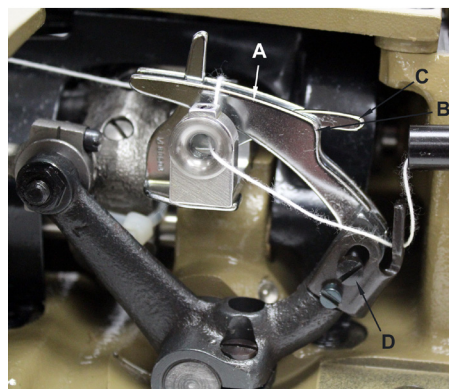

Fig 13
On the two thread double locked stitch styles, the height of the looper thread take-up (A, Fig. 13) is set so, that the cast-off hook (C) forces the looper thread over the corner (B) of the looper thread take-up (A) at the time the point of the descending needle is flush with the lower edge at looper or projects up to 1 mm (.040") below the lower edge of looper.
For setting the looper thread take-up loosen screw (D, Fig. 13). When needle point is positioned above the lower edge of looper, the looper thread take-up (A) has to be raised accordingly. When the needle point is positioned more than 1 mm (.040") below the lower edge of looper, the looper thread take-up (A) has to be lowered accordingly. Retighten screw (D).
Bei den Zweifaden-Doppelkettenstichmaschinen wird die Höhe des Greiferfadenaufnehmers (A, Fig. 13) so eingestellt, daß der Greiferfadenabzugshaken (C) den Greiferfaden zu dem Zeitpunkt über die Ecke (B) am Greiferfadenaufnehmer (A) zieht, wenn die Spitze der sich nach unten bewegenden Nadel mit der Unterkante des Greifers bündig ist oder bis zu 1 mm unterhalb der Greiferunterkante steht.
Zur Einstellung des Greiferfadenaufnehmers lösen Sie die Schraube (D, Fig. 13). Steht die Nadelspitze oberhalb der Greiferunterkante muß der Greiferfadenaufnehmer (A) entsprechend höher gestellt werden. Steht die Nadelspitze mehr als 1 mm unter der Greiferunterkante, muß der Greiferfadenaufnehmer entsprechend tiefer gestellt werden. Ziehen Sie die Schraube (D) wieder an.